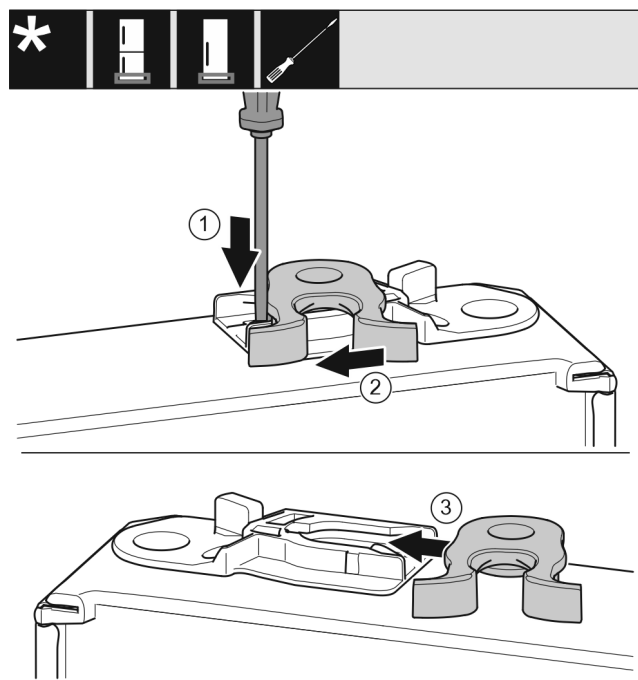

Fig. 22
- 用带槽螺丝刀向下按住接片 Fig. 22 (1)。
- 将锁钩 Fig. 22 (2)从导向装置拉出。
- 将另一侧的锁钩 Fig. 22 (3)推入导向装置。